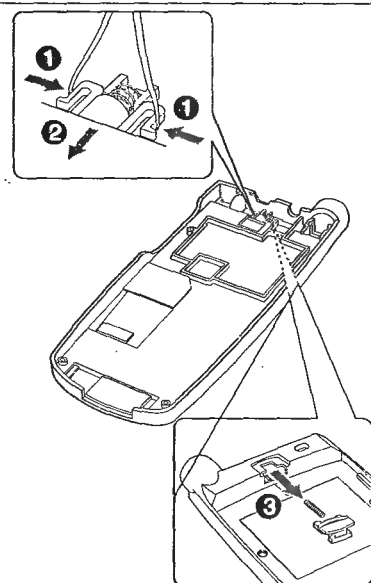

Рис. 2.10
- с помощью пинцета сжимают пластмассовые защелки 1 (рис. 2.10) и снимают держатель батареи;